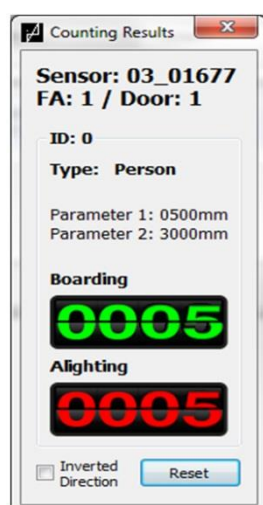

Рис. 39:
17. Повторите процедуру, только теперь войдите 5 раз в ту же дверь (совершив посадку и высадку несколько раз, вы можете проверить ориентацию установленного датчика). Результат подсчета должен выглядеть, как на рис. 39.